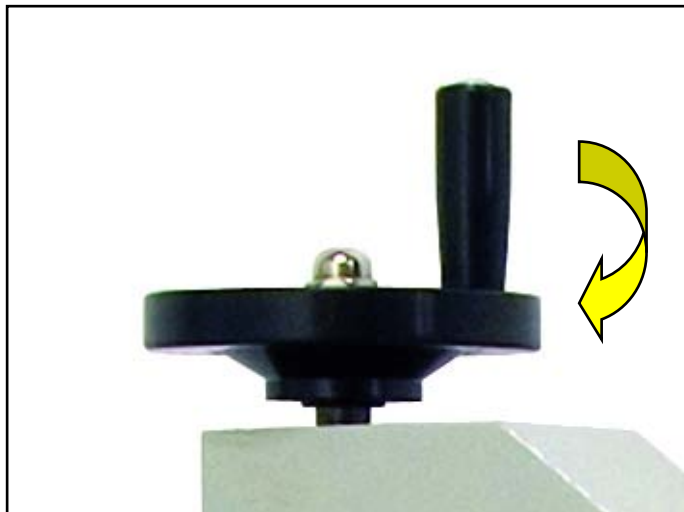

Figura 15 – Volantino di regolazione verticale della testa.
- regolate la quota verticale della punta mediante il volantino posto sulla sommità della colonna (Figura 15).